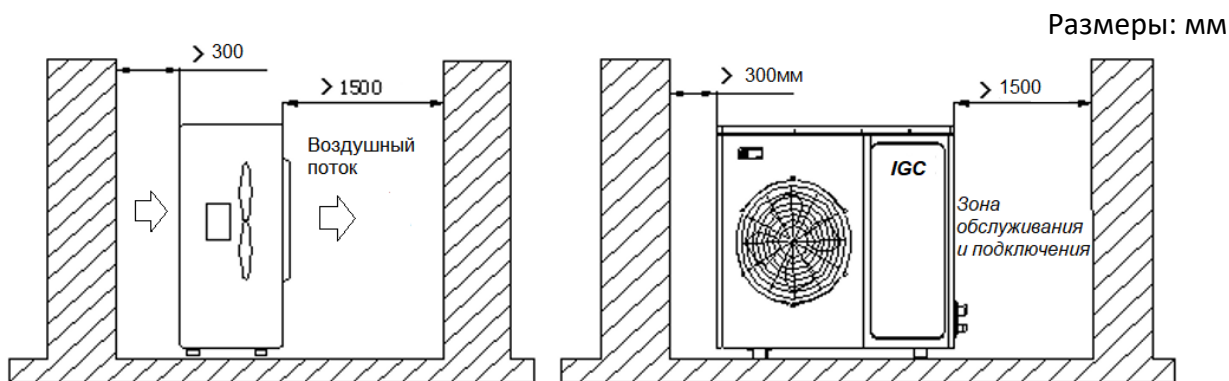

Рис.2.1
- Для нормального воздухо- и теплообмена, а также выполнения требований электрической безопасности и условий технического обслуживания необходимо обеспечить пространство возле блоков согласно рис.2.1